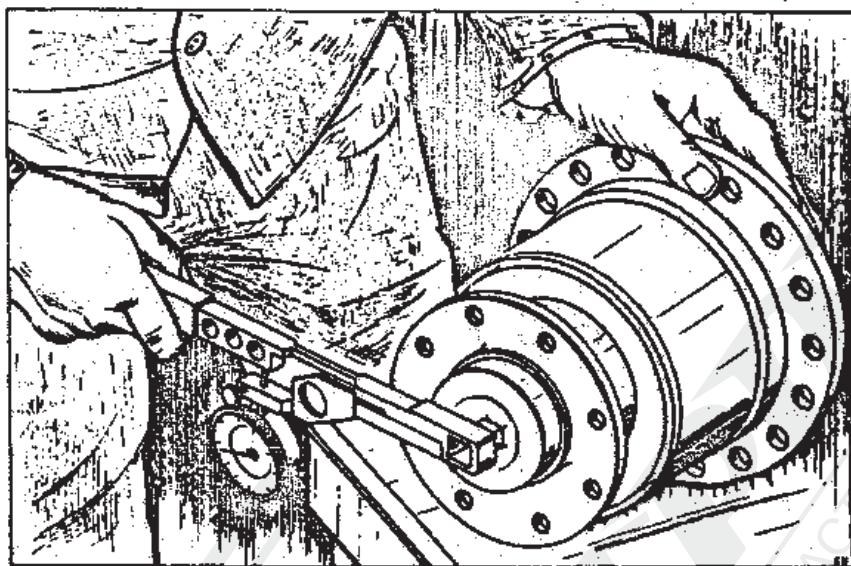

Рис. 4-27. Проверка момента сопротивления
10. Проверить во время монтажа момент вращения 0,98-1,96Нм /10-20кГм/ приводного колеса /рис. 4-27/.